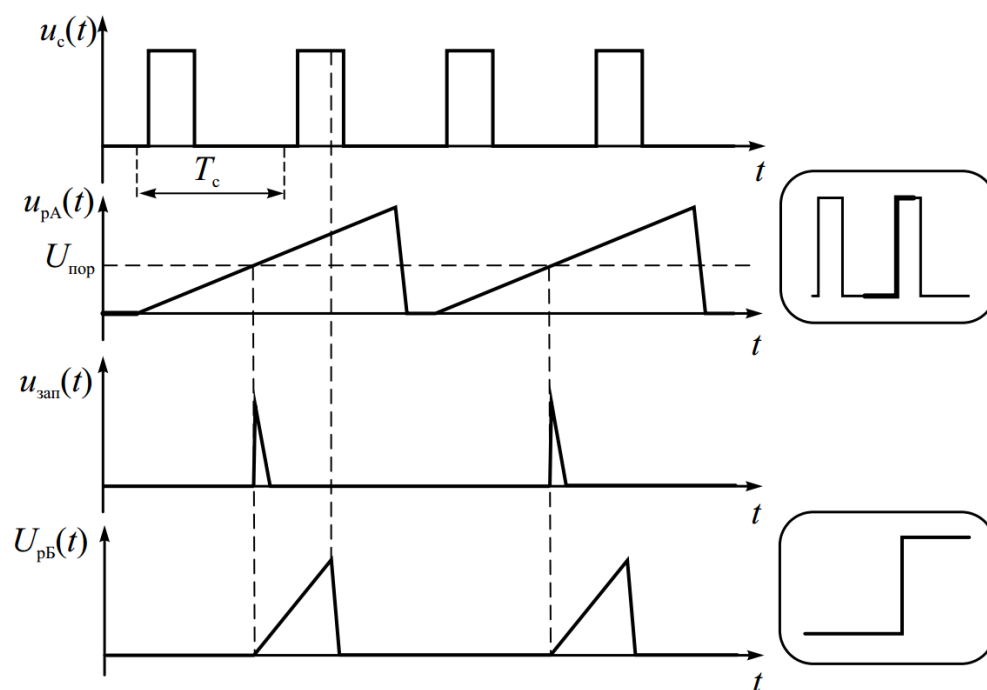

Рис.8. Работа системы двойной развёртки
«Временное окно» с произвольным временным масштабom реализуют в осциллографах с двойной развёрткой. В канале X таких осциллографов, как уже указывалось, предусматривают два генератора развёртки – основной (A) и задержанной (B), а запуск развёртки B осуществляют от генератора развёртки A с задержкой, которая может регулироваться (рис.8).